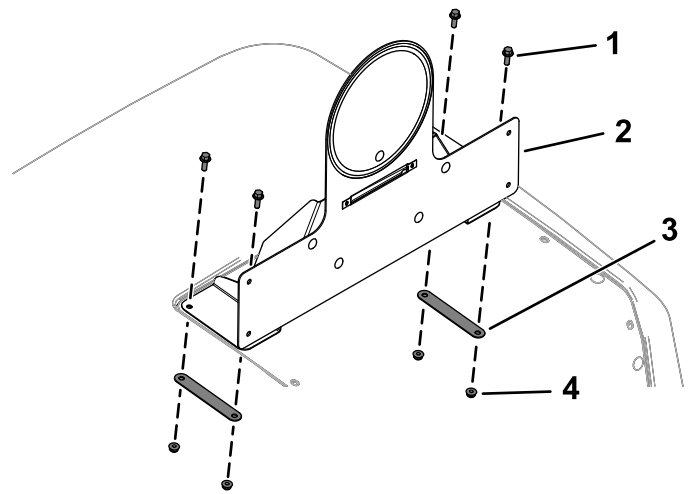

Bild 30
10. Befestigen Sie die Halterung der Geschwindigkeitsplatte mit vier Bundkopfschrauben ($\frac{1}{4}$ " x $\frac{3}{4}$ "), zwei rückwärtigen Halterung und vier Sicherungsmuttern ($\frac{1}{4}$ ") an der Haube, wie in Bild 30 dargestellt.